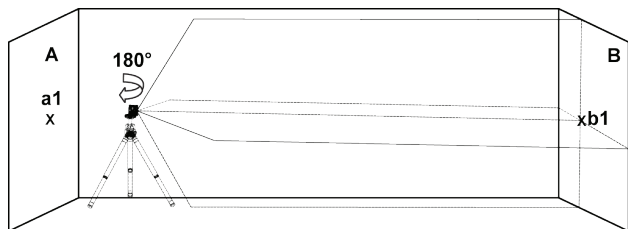

Figura 2
- 5) Rotiți nivela laser la 180° către peretele B și marcați centrul fasciculelor încrucișate cu **b1** pe perete (vezi figura 2).